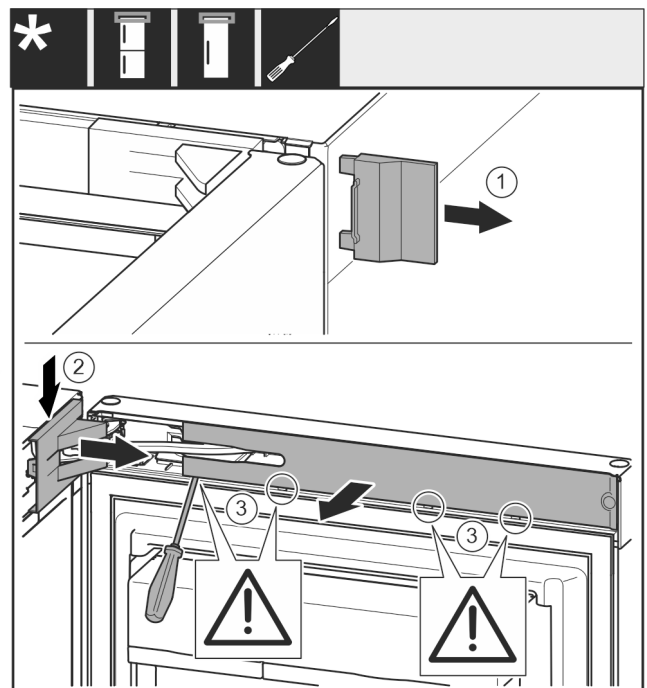

Fig. 9
- Зніміть кришку Fig. 9 (1).
- Звільніть і ослабте кришку опорного кронштейна Fig. 9 (2).
- Зніміть кришку опорного кронштейна Fig. 9 (2).
- За допомогою шліцьової викрутки звільніть від фіксатора та поверніть убік накладку Fig. 9 (3).